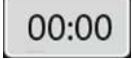

Рис.15.5 Окно «**ГРАФИК МОЙКИ**».
5.6.3 На окне «**НАСТРОЙКИ**» нажать строку **График мойки** отобразится окно «**ГРАФИК МОЙКИ**» (см. рис. 15.5). Со столбцами: дни недели, время запуска. Кнопка активации выключения пароконвектомата после завершения мойки.